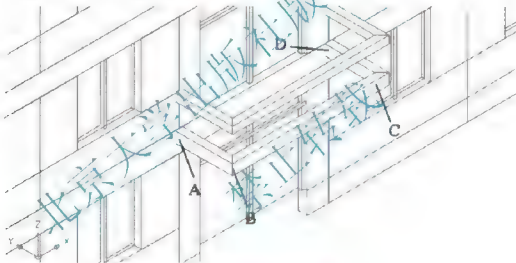

图 6.42 修改扶手的高度
- ① 在命令行无命令的状态下，选中复制生成的阳台扶手，则出现蓝色夹点。
- ② 执行菜单栏中的【修改】|【特性】命令，打开【对象特性管理器】对话框，将厚度由“300”修改为“200”，结果如图 6.42 所示。
- (1) 执行菜单栏中的【绘图】|【建模】|【网格】|【三维面】命令。
- (2) 在指定第一点或 [不可见(I)]: 提示下, 捕捉图 6.42 所示的端点 A。
- (3) 在指定第二点或 [不可见(I)]: 提示下, 捕捉图 6.42 所示的端点 B。
- (1) 在指定第三点或 [不可见(I)] 退出: 提示下, 捕捉图 6.42 所示的端点 C。
- (5) 在指定第四点或 [不可见(I)] 创建侧面: 提示下, 捕捉图 6.42 所示的端点 D。